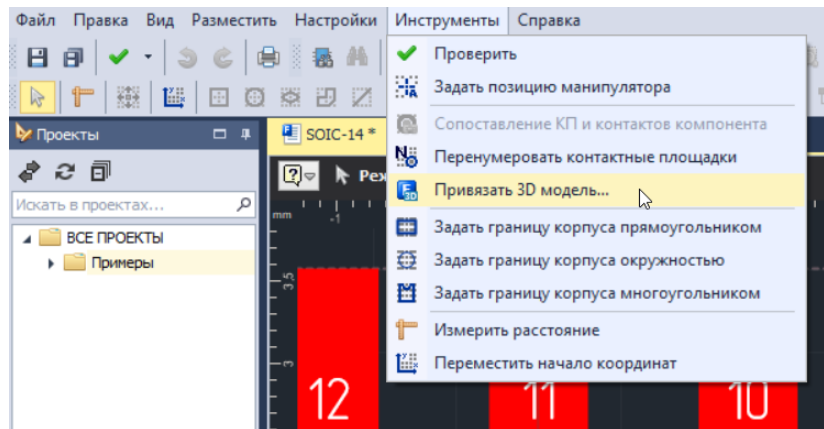

Рис. 168 Вызов функции привязки 3D модели
1. Выберите посадочное место в дереве библиотек и в главном меню, раздел «Инструменты», выберите пункт «Привязать 3D модель», см. Рис. 168.